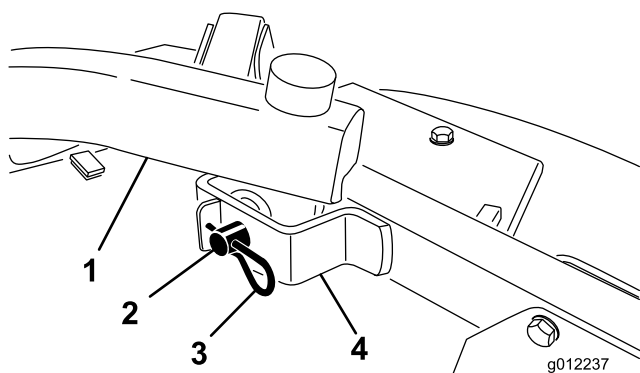

図 21
- 昇降アームをキャスタ・アーム・ブラケットに固定しているヘアピン・コッターとクレビス・ピンを外す (図 21)。